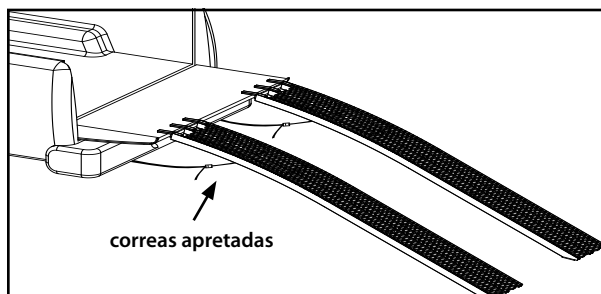

Figura 2
1. En un suelo nivelado, apoye ambas rampas en la puerta trasera. **CONSULTE LA FIGURA 2.** Asegúrese de que las rampas estén centradas en la puerta trasera y alineadas correctamente con el ancho de las ruedas del vehículo todo terreno de cuatro ruedas o el tractor cortacésped.